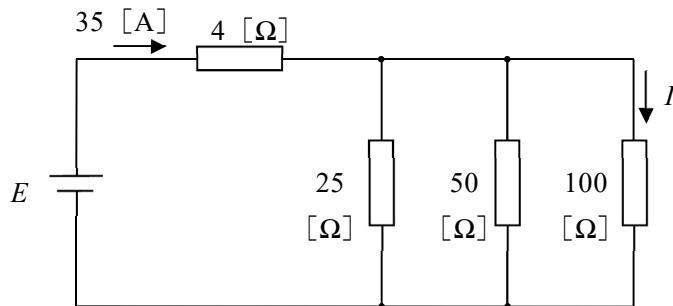

図 1－2
- （2） 図 1－2 に示す電気回路において $100\ [\Omega]$ に流れる電流 I は（③）[A] である。